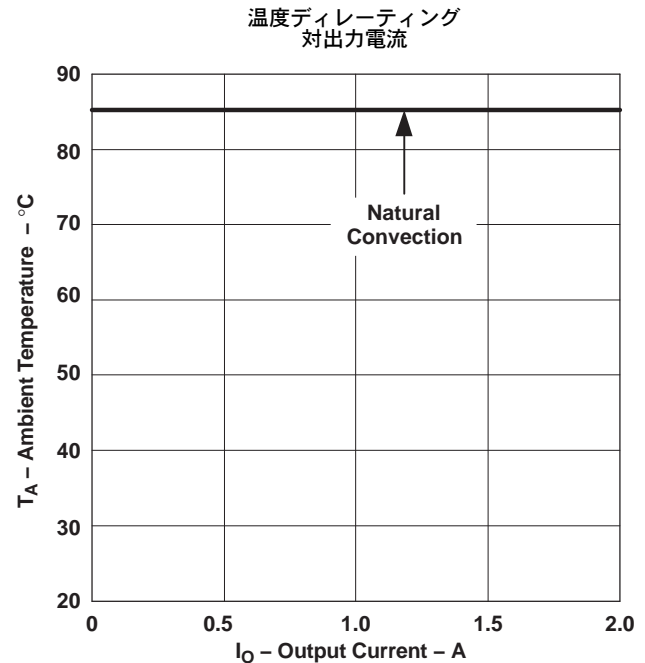

図 8.
- (4) 温度ディレーティング曲線は、内部コンポーネントがメーカーの指定した最大動作温度以下になる条件を表します。ディレーティング制限は、2オンス (56.69 グラム) の銅を使用した、 $100\text{mm} \times 100\text{mm}$ の両面PCBに直接半田付けされたモジュールに対して適用されています。表面実装パッケージの場合は、電源ピンの周辺に放熱用の複数のビア (メッキされたスルーホール) が必要です。詳細については、メカニカル・データを参照してください。図 8 に対して適用されます。